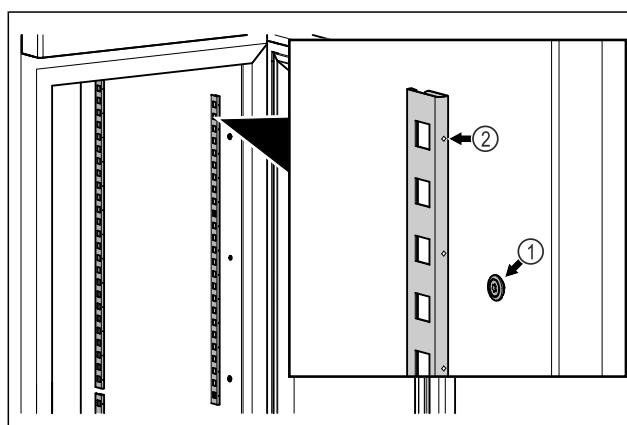

Fig. 57 Simbolična slika
- ▶ Zagozdne letve obesite na Fig. 57 (1) obešalni element. Oznaka Fig. 57 (2) mora biti obrnjena naprej.